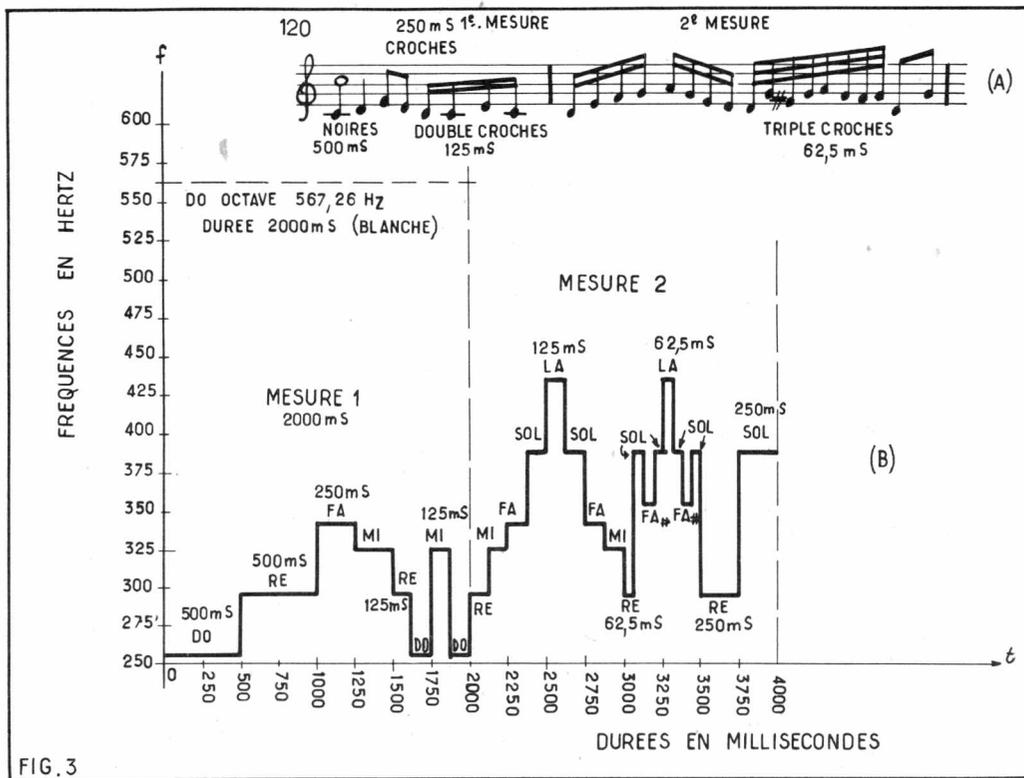

FIG. 3
Voici à la figure 3 un exemple de ce genre de transposition. En (A) une succession de notes uniques (pour simplifier) pendant deux mesures.
Ce tempo se déduit du nombre de coups du métronome. En haut du passage de la figure 3 (A) on a indiqué 120 par minute, autrement dit, il y aura 120 noires par minute, c'est-à-dire, en millisecondes :
- 1 quadruple-croche = 31,25 ms (ne figure pas sur notre passage musical de la figure 3 (A)).
En tenant compte de ces durées, on a pu inscrire en abscisses une échelle en millisecondes. Les notes sont donc indiquées sur la figure 3 (B) par leur fréquence (ordonnées) et leur durée (abscisses).
La représentation graphique de la figure 3 (B) permettra de déterminer la durée du retard réalisable pour les montages d'ambiance.
Revenons au graphique (B) de la figure 3. Il est clair que si une audition retardée vient se superposer à l'audition directe les notes successives seront décalées du temps de retard. Si leur durée est longue, par exemple une noire de 500 ms un retard de 50 ms (voir fig. 5 A) laissera aux deux